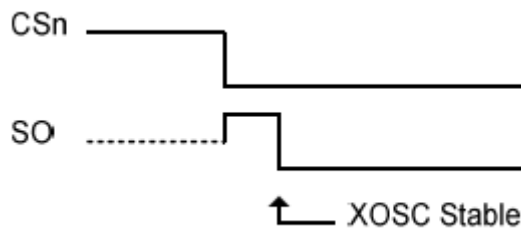

图 21 上电复位
**CC1100E** 复位完成后，芯片将处于 **IDLE** 状态，同时晶体振荡器开始工作。如果芯片拥有足够的时间让该晶体振荡器在上电复位以后稳定，那么 **SO** 引脚将会在 **CSn** 电平变低后立即变低。如果 **CSn** 电平在复位完成以前变低，则 **SO** 引脚会在变低之前先变高，其表明晶体振荡器还没有稳定，如图 21 所示。